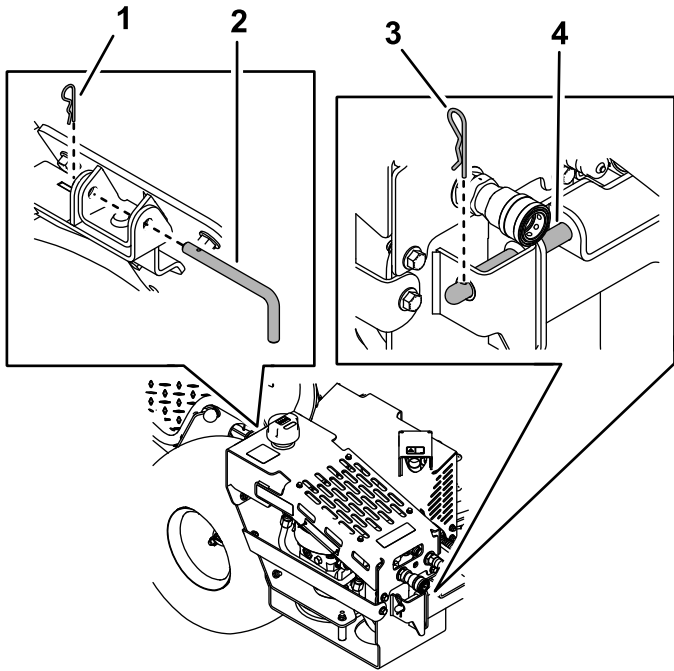

Figure 9
5. Enlevez la petite goupille fendue et la goupille de verrouillage à l'arrière de l'ensemble (Figure 9).
6. Enlevez la grande goupille fendue de la goupille de montage à l'avant de l'ensemble (Figure 9).